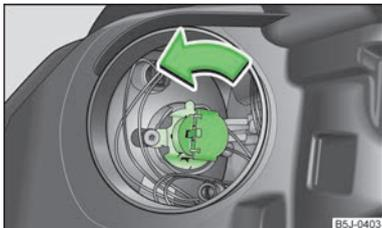

Abb. 146
- › Den Stecker mit der Glühlampe bis zum Anschlag **entgegen dem** Uhrzeigersinn drehen » Abb. 146 und herausnehmen.